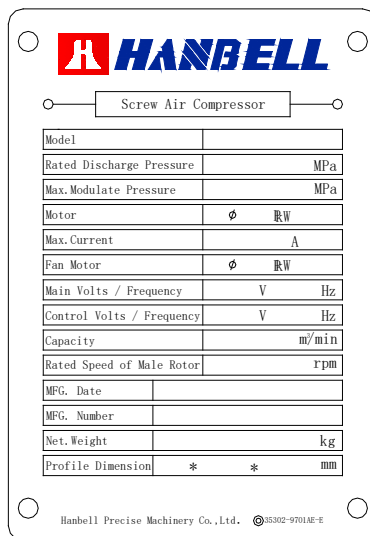

Рисунок 3-1
1.1. Проверьте, соответствует ли спецификация на фирменной табличке (Рисунок 3-1) воздушного компрессора вашему заказу на покупку.